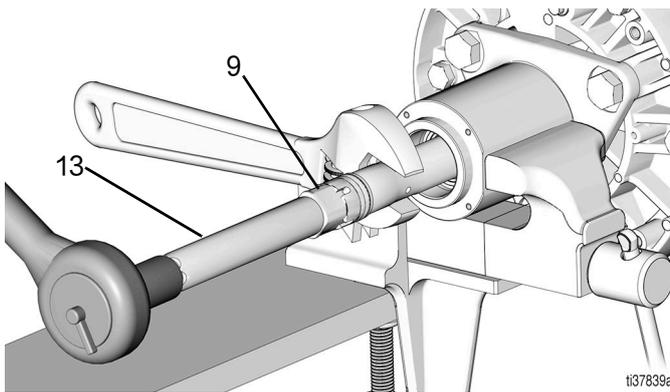

图 27
- 重新安装流体活塞 (9) 和连杆 (13)，在活塞柱平面上用一把扳手，在连杆 (13) 上用 15/16 英寸套筒，然后拧紧 (扭矩 140 - 160 ft-lb/189.8 - 216.9 N•m) (图 27)。